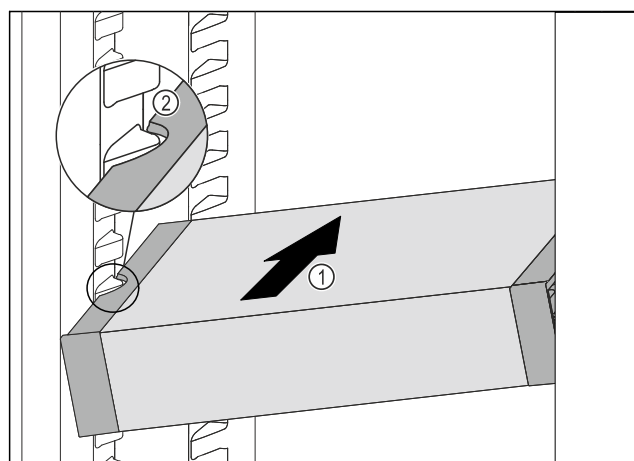

Fig. 54
- VarioSafe wsunąć ukośnie do chłodziarki Fig. 54 (1), aż boczne wycięcia Fig. 54 (2) VarioSafe będą się znajdować na wysokości żeber pojemnika w chłodziarce.